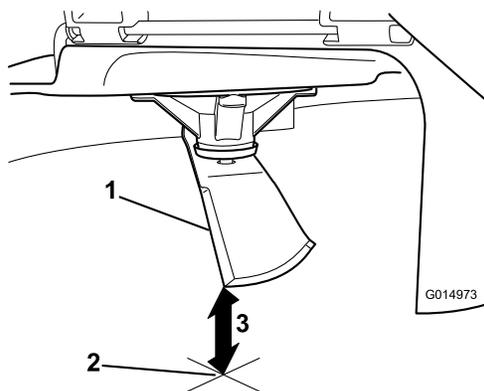

Figure 104
5. Mesurez la distance entre la pointe de la lame et la surface plane (Figure 104).